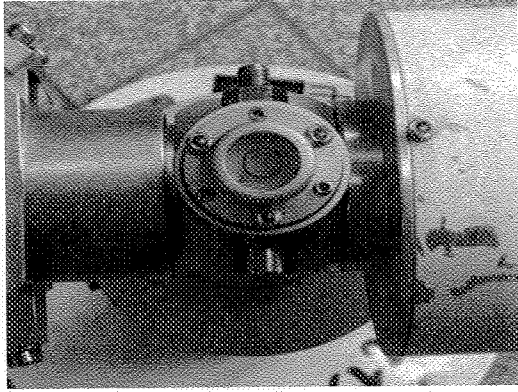
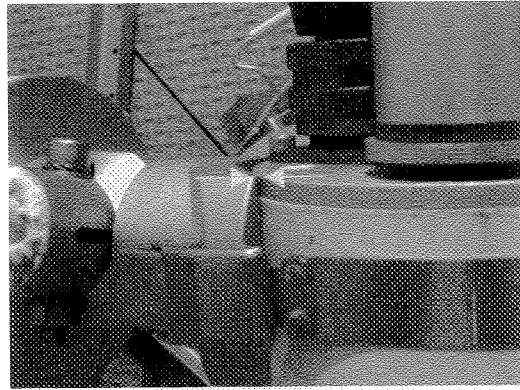

图 4-5 固定光学头与机器人臂 1
图 4-6 固定光学头与机器人臂 2
(3) 固定光学头与机器人臂(图 4-5, 图 4-6, 图 4-7), 加载进光筒的光学头一侧朝西。注意在用皮带加紧光学头这一步之前要先空载 PARK, 然后旋转有皮带一侧 180°, 再夹上光学头, 此时要注意平行的